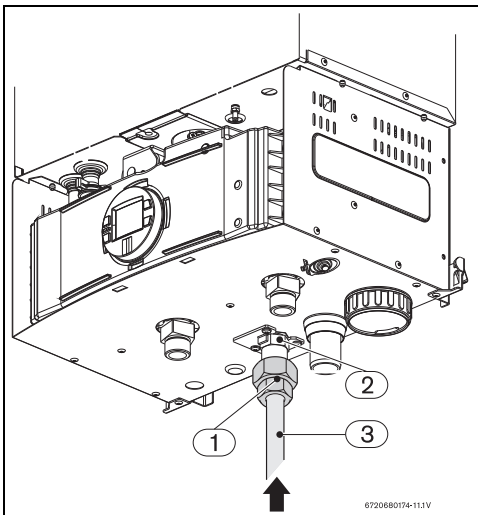

Fig. 28
Apertar a rosca no tubo de entrada de gás (Fig. 28, pos. 1), e utilizar a extremidade em cobre (Fig. 28, pos. 2) para fazer a soldadura ao tubo da rede de abastecimento (Fig. 28, pos. 3).